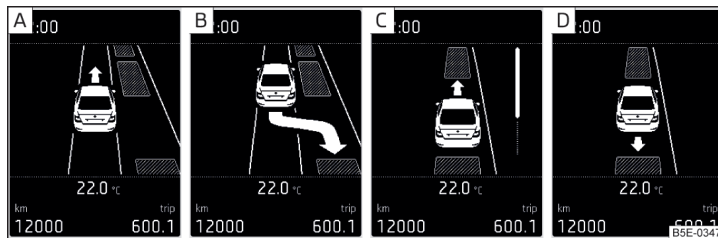

Fig. 165 Indicateur à l'écran
### Affichage sur l'écran » fig. 165
Si le système trouve une place de stationnement, cette place est affichée à l'écran » fig. 165 ou **A** - **A**
- Continuez d'avancer jusqu'à ce que l'instruction » fig. 165 - **B** s'affiche sur le visuel.
- Si la flèche vers l'avant » fig. 165 -  clignote sur le visuel, enclenchez le 1er rapport ou amenez le levier sélecteur sur la position **D**.
- Si la flèche vers l'arrière » fig. 165 -  clignote sur le visuel, enclenchez de nouveau la marche arrière ou amenez le levier sélecteur sur la position **R**.